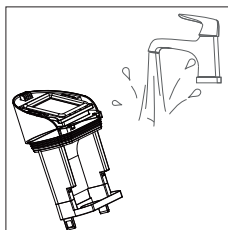

Fig. 18 – Nettoyer le bouchon
- ▶ Nettoyez le bouchon du réservoir à l'eau courante (voir Fig. 18).